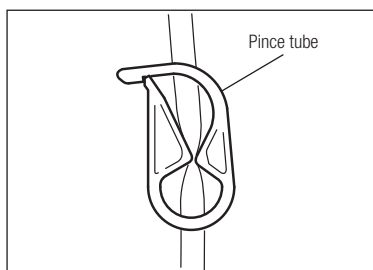

Fig.8
- 1) Fermez la pince du tube entre l'aiguille du tube d'irrigation et la pompe d'irrigation. (Fig 8)